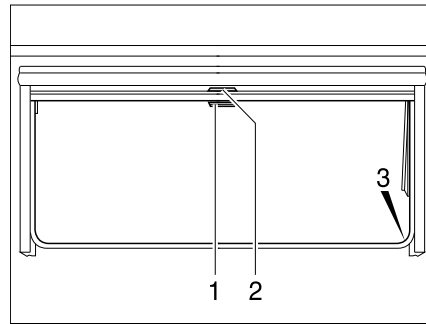

Bild 77 Ausstellfenster
- Verdunklungsrollo am Griff (Bild 77,2) nach unten ziehen. Wenn das Verdunklungsrollo ganz geschlossen wird, das Verdunklungsrollo auf beiden Seiten am Fensterrahmen in die Arretierung (Bild 77,3) einhängen.
- Wenn das Verdunklungsrollo vollständig geschlossen ist: Den Griff (Bild 77,2) nach unten drücken und den Griff dabei leicht nach innen ziehen. Das Verdunklungsrollo aus den Arretierungen links und rechts am Fensterrahmen aushängen.
- Wenn sich das Verdunklungsrollo in Zwischenposition befindet: Den Griff (Bild 77,2) leicht nach unten ziehen, bis sich die Arretierung gelöst hat.
- Insektenschutzrollo am Griff (Bild 77,1) nach unten ziehen und auf beiden Seiten am Fensterrahmen in die Arretierung (Bild 77,3) einhängen.
- Griff (Bild 77,1) nach unten drücken und den Griff dabei leicht nach innen ziehen. Das Insektenschutzrollo aus den Arretierungen links und rechts am Fensterrahmen aushängen.